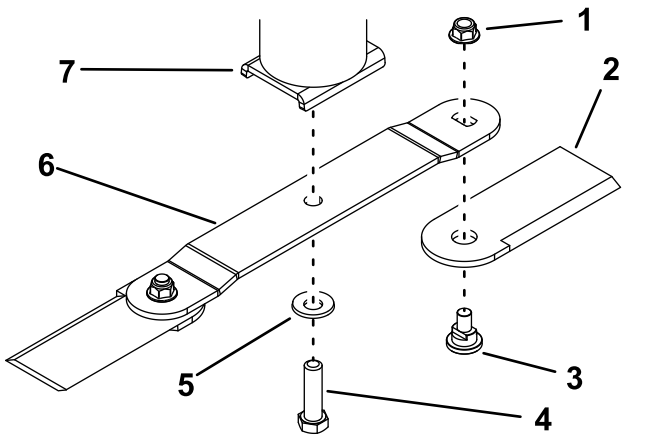

Figura 36
2. Rimuovete il bullone della lama, la rondella concava e la lama dal relativo supporto sulla parte inferiore del gruppo della coppa del fusello (Figura 36).
Se la lama non è bilanciata, limate via del metallo solo dalla parte posteriore della lama (lato opposto al tagliente) (Figura 36).